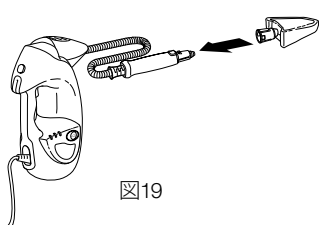

図19
- 小型ポケットツールを、付属ホースの先端のスチームノズルに取り付けます。小型ポケットツールの首の部分をノズルの上に被せ、カチッと音がするまでスライドさせます(図19)。